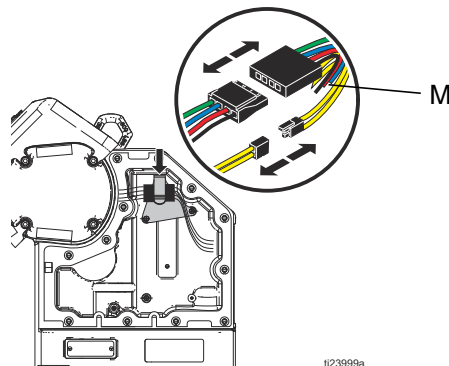

FIG. 19 : Fils du moteur
- Alimentation moteur et capteur de température du moteur. Consulter FIG. 19, page 21.